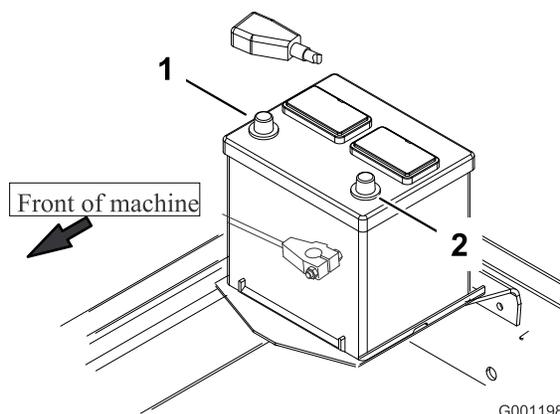

Figura 11
8. Collegate il cavo positivo (rosso) al morsetto positivo (+) e il cavo negativo (nero) al morsetto negativo (-) della batteria (Figura 11) e fate scorrere una protezione in gomma sul morsetto positivo per evitare un possibile cortocircuito.